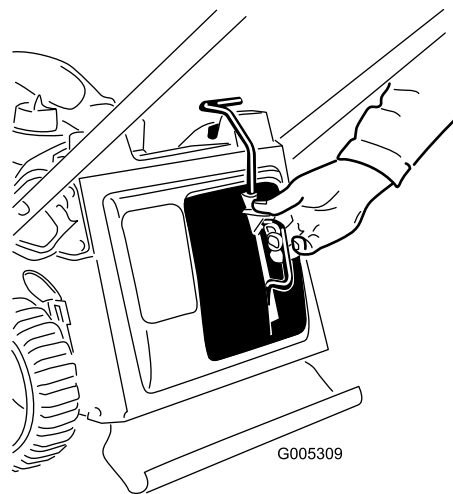
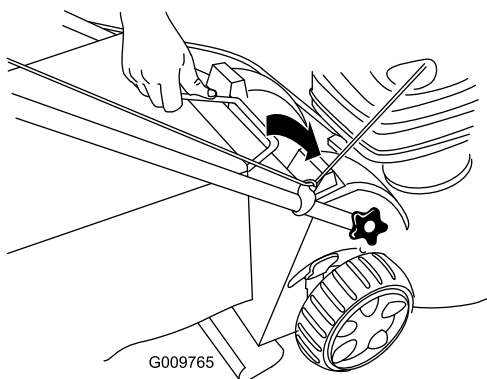

Figure 21
Figure 22
1. Montez l'obturateur de mulching (Figure 21) ou le bac à herbe (Figure 22) sur la machine.